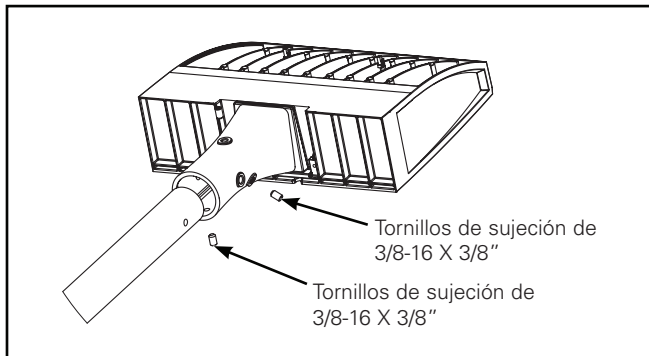
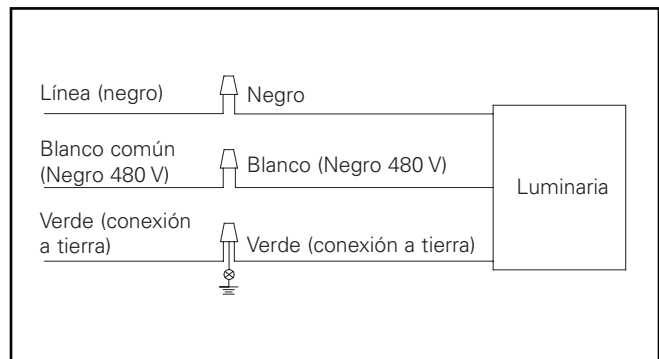

Figura 5.
Figura 7.
Montaje en Poste: Opción de brazo del mástil (Figura 5. - Figura 7.)
1. Deslice la unidad sobre el brazo del mástil (Figura 5).
4. Realice las conexiones de cables dentro del brazo de montaje. Consulte el diagrama de cableado para conocer las conexiones de alimentación (Figura 7). Conecte los cables de alimentación a los conectores adecuados de la luminaria.